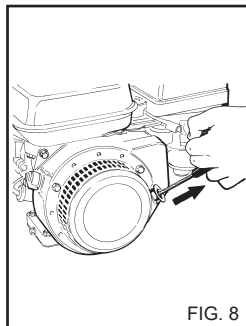

FIG. 8
4) Start forbrændingsmotoren ved at trække i det automatiske trækkel (fig. 8).